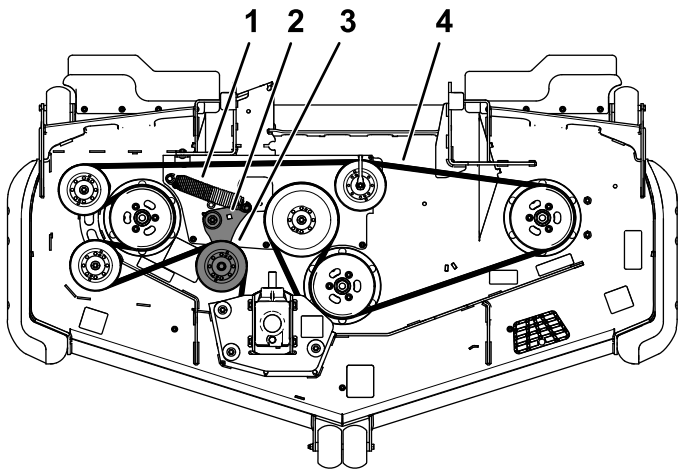
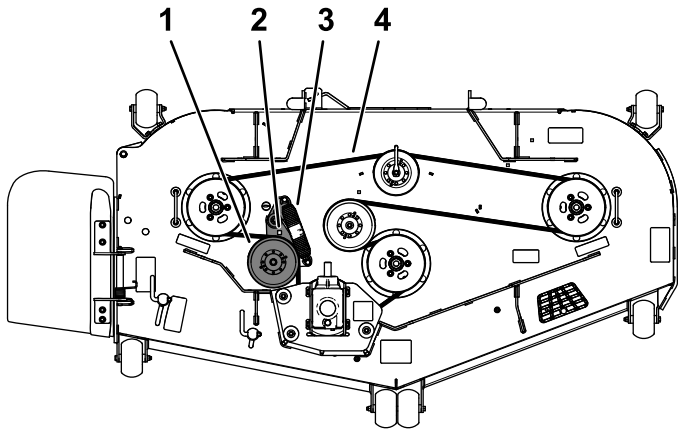

Figura 60
Figura 61
- Utilice una llave de carraca en el taladro cuadrado del brazo tensor para aliviar la tensión del muelle tensor (Figura 60 o Figura 61).
- Pase la correa nueva alrededor de las poleas del cortacésped (Figura 60 o Figura 61).
- Asegúrese de que los extremos del muelle están asentados en las ranuras de anclaje, y usando una llave de carraca en el taladro cuadrado, instale la correa alrededor de la polea tensora (Figura 60 o Figura 61).